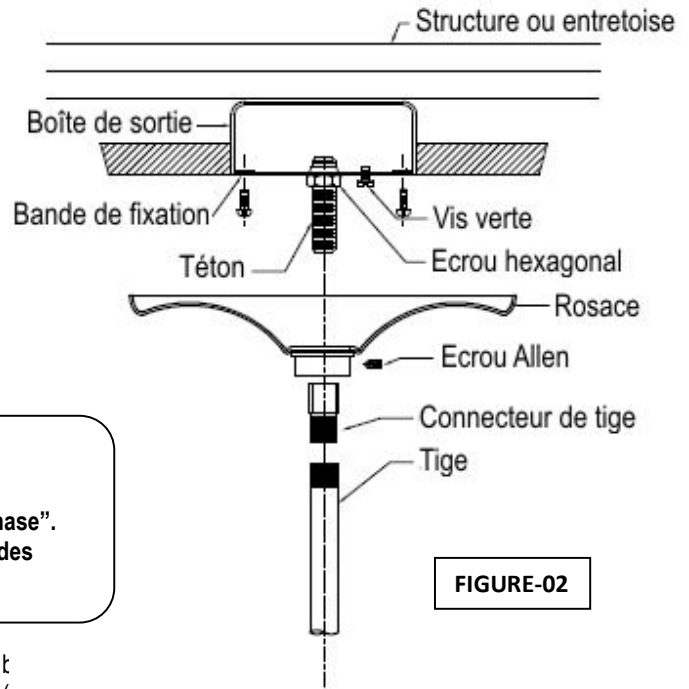

FIGURE-02
- Slide the canopy and secure the canopy to the ceiling by tightening the allen bolt. (See Figure-02)
2. Déterminer la longueur hors tout du luminaire désirée en ajustant la longueur de la tige. (Voir FIGURE-02).
6. Faire glisser la rosace et coller celle-ci au plafond en serrant le boulon Allen. (Voir FIGURE-02).